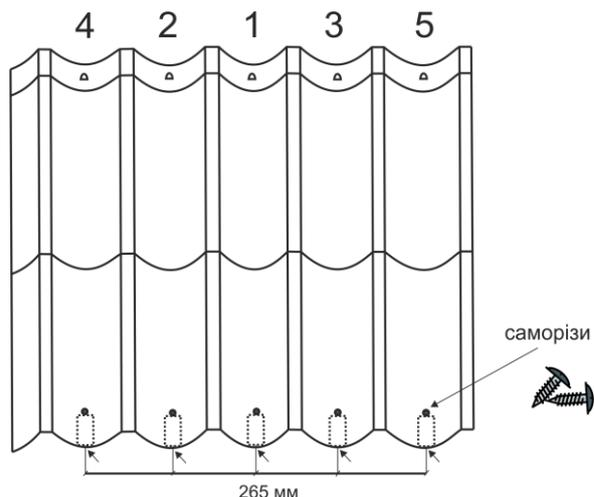

Рисунок 3. Кріплення першого ряду металочерепиці до стартових кронштейнів
3.12 Для більш надійного кріплення перший ряд металочерепиці рекомендується додатково закріпити до стартових кронштейнів покрівельними саморізами (рис.3).
4.4 Щоб уникнути зриву листів під час сильних вітрів рекомендується перший ряд кріпити до карнизу саморізами, відступаючи від основи на 50 мм по одному саморізу на кожен хвилю (рис.3).